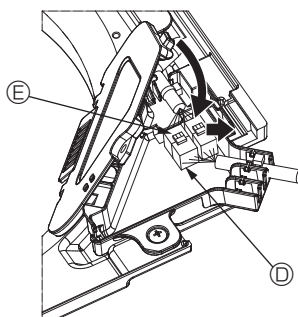

Fig. 10-9
- Cierre la cubierta de la caja de conexión. Al cerrar la cubierta de la caja de conexión, deslice la cubierta en la dirección indicada por la flecha y compruebe que el resalte haya quedado firmemente insertado. (Fig. 10-9)